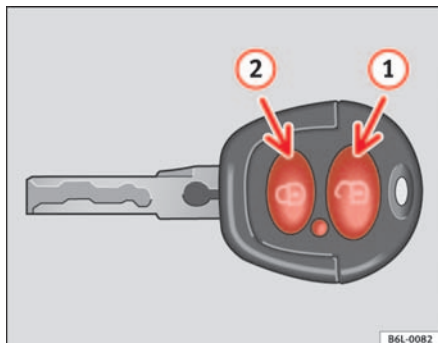
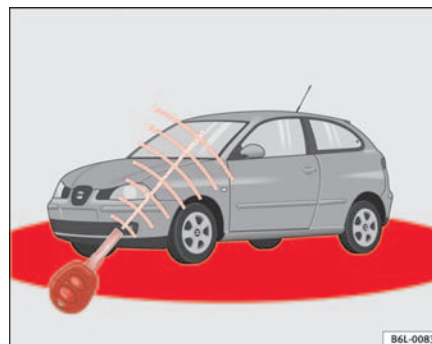

Abb. 48 Tastenbelegung
Abb. 49 Wirkungs-
Die Abbildung zeigt den Wirkungsbereich (rote Bereiche) => Abb. 49 der Funk-Fernbedienung. Die maximale Reichweite ist abhängig von verschiedenen Faktoren.
Richten Sie die Funk-Fernbedienung zum **Entriegeln** innerhalb des Wirkungsbereichs auf das Fahrzeug und betätigen Sie kurzzeitig die Entriegelungstaste  ⇒ Seite 83, Abb. 48 . Die Blinker blinken zweimal auf. Zum **Verriegeln** des Fahrzeugs drücken Sie kurzzeitig die Taste  ⇒ Seite 83, Abb. 48 . Die Blinker blinken einmal auf.
Bei **zweimaligem** Betätigen der Schließstaste  ⇒ Seite 83, Abb. 48  deaktivieren Sie Ihre SAFE-Sicherung (doppelte Verriegelung) und die Innenraumüberwachung*. Die externe Warnanlage* bleibt aktiviert, die Kontrollleuchte leuchtet weiter.
Bei einmaligem Drücken der Taste  ⇒ Seite 83, Abb. 48 , wird nur die Fahrertür geöffnet. Alle anderen Türen bleiben verriegelt.
Bei zweimaligem Drücken der Taste  ⇒ Seite 83, Abb. 48  werden alle Türen entriegelt.
- Die Funk-Fernbedienung funktioniert nur, wenn Sie sich im Wirkungsbereich befinden ⇒ Seite 83, Abb. 49 (rote Fläche).
- Verwenden Sie die beiden Schlüssel, die mit dem Fahrzeug ausgehändigt werden, den Funkschlüssel und den normalen Schlüssel ⇒ Seite 83, Abb. 48 ⇒ Seite 83, Abb. 49.
- Halten Sie gleichzeitig die Taste  ① des Schlüssels mit Funk-Fernbedienung gedrückt.